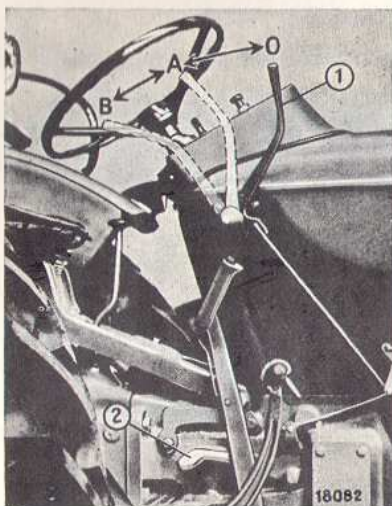

Fig. 9
- Régler la manette des gaz sur $\frac{1}{4}$ de charge environ. (Position — B — fig. 9)